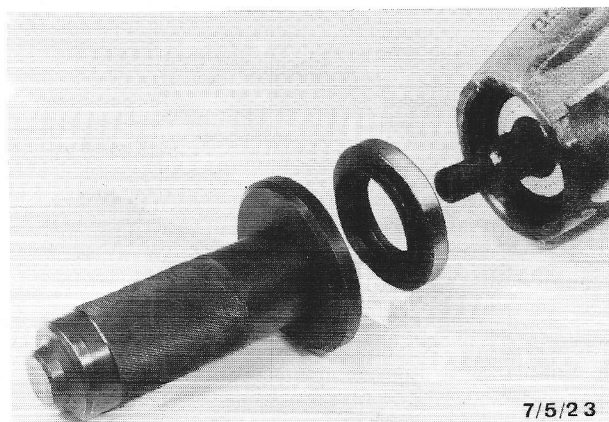

Fig.115 Pers met montagestempel 15-047-A de oliekeerring in het huis.
7. Maak de zetel voor de oliekeerring in het huis goed schoon. Smeer een weinig vloeibare pakking op de buitenrand van de nieuwe oliekeerring en smeer vet tussen de keerringlippen (gebruik vet volgens specificatie S-M1C75A). Het in de nieuwe oliekeerring aanwezige vet mag niet worden verwijderd. Pers de nieuwe oliekeerring met montagestempel 15-047-A in het huis (fig.115).